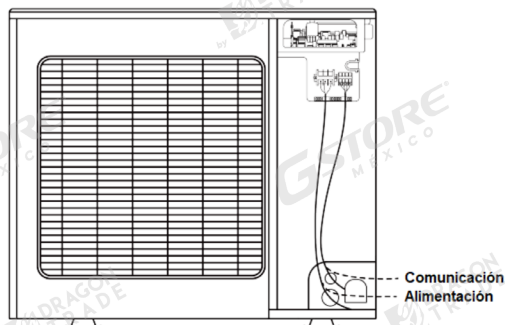

Fig. 27 Vista de cableado de ingeniería de
1. Por favor, consulte la Fig. 27 y 28 para cableado de ingeniería. Si hay un orificio para la brida de cables en la ruta de cableado, fije el cable con brida de cable. Conecte el cable de alimentación y el cable de comunicación a la placa de terminales y al tornillo de conexión a la tierra correspondiente de acuerdo con el diagrama de cableado.